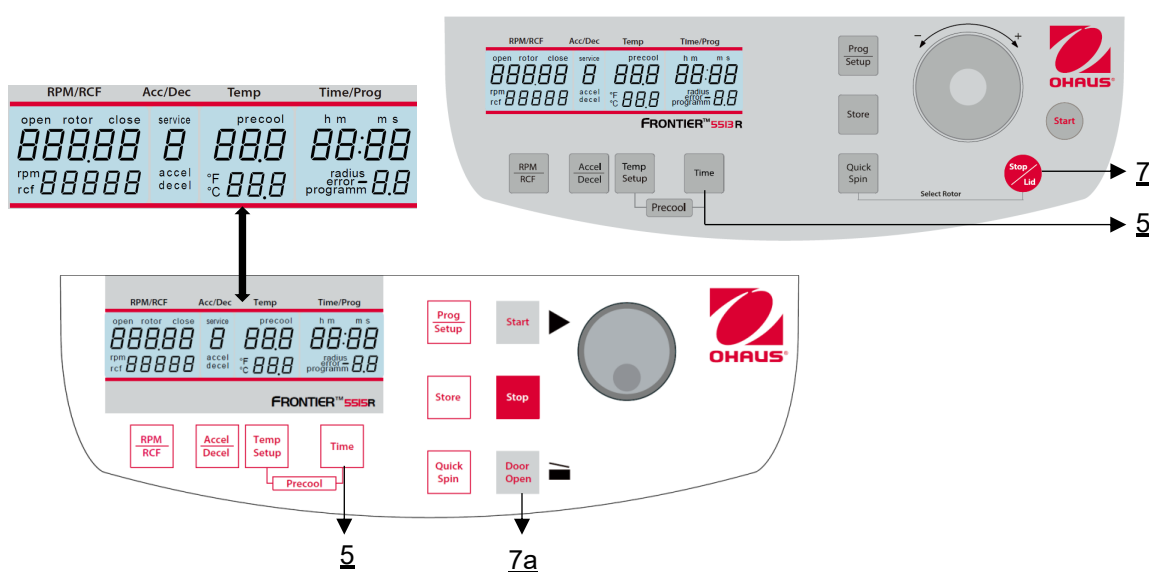

Figura 25
Abra la tapa de la centrifuga y apague el interruptor principal. Vuelva a conectar el interruptor principal. Durante unos 3 segundos aparecerá en la pantalla el nombre del modelo y la versión actual del software. Pulse durante este tiempo las teclas **"Tiempo"** (5) y **"Parada/Tapa"** (7) simultáneamente. Como resultado, se ejecuta una prueba de visualización durante aprox. 3 segundos. Todos los indicadores aparecerán al mismo tiempo (**véase la figura 25**).